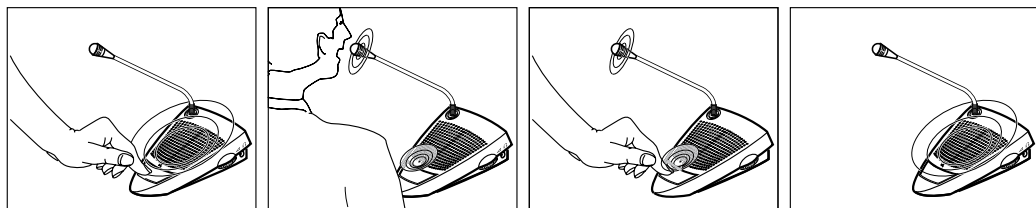

Fig.10
In base alla posizione del SELETTORE MODALITÀ MICROFONO (3) dell'unità centrale, premendo il tasto microfono (15) su un'unità del "delegato" si attiverà il microfono (fig.10).
Depending on the position of the microphone mode switch (3) on the Central Unit, pressing the microphone button (15) on a delegate unit will activate the delegate microphone (fig.10).